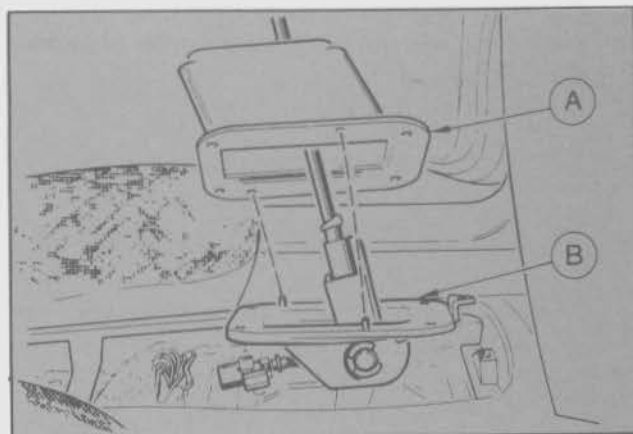

Fig. 138 - A. Corredera de la palanca
- Instalar el conjunto de la palanca selectora y la corredera en su correcta posición. Colocar los tornillos de retención y ajustarlos (Fig. 138).